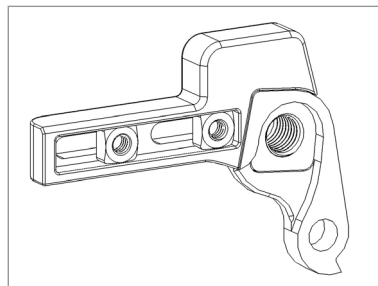

Figure 2
4. Placez deux écrous carrés M6 dans les creux intérieurs inférieurs de la plaque de patte du côté chaîne (figure 2).